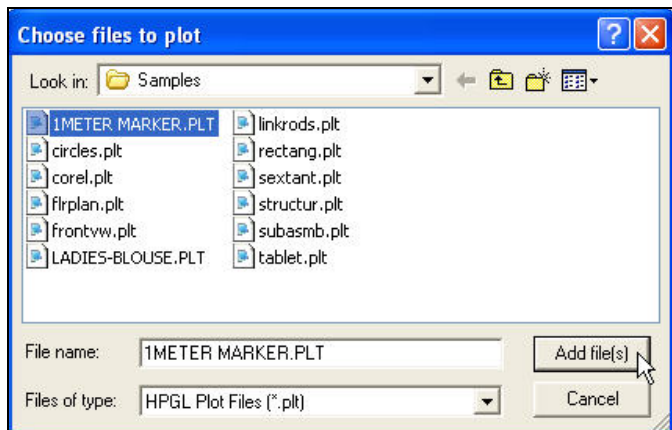

图 46. 选择绘图文件
将会出现**选择绘图文件**窗口（图 46）
7.选择名字为1MeterMarker.PLT的排版图，点击**Add file(s)**（图 46）